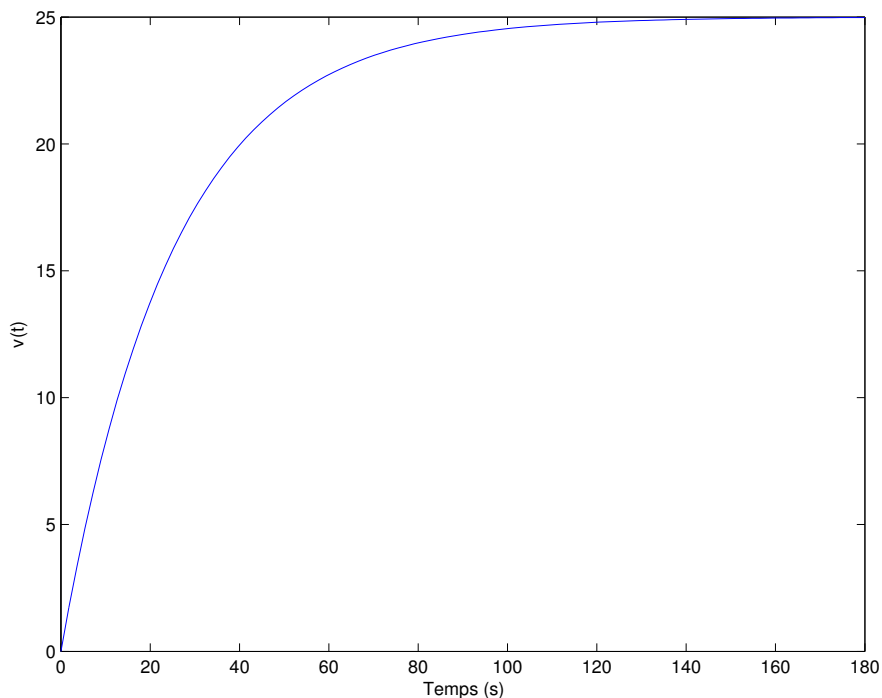

FIGURE 1 – Evolution de $v(t)$ lorsque l'on applique une entrée constante $u(t) = 20$.
2. On trace en Figure 1 l'évolution $v(t)$ lorsque l'on applique une entrée constante $u(t) = 20$. En déduire les valeurs de m et de μ .